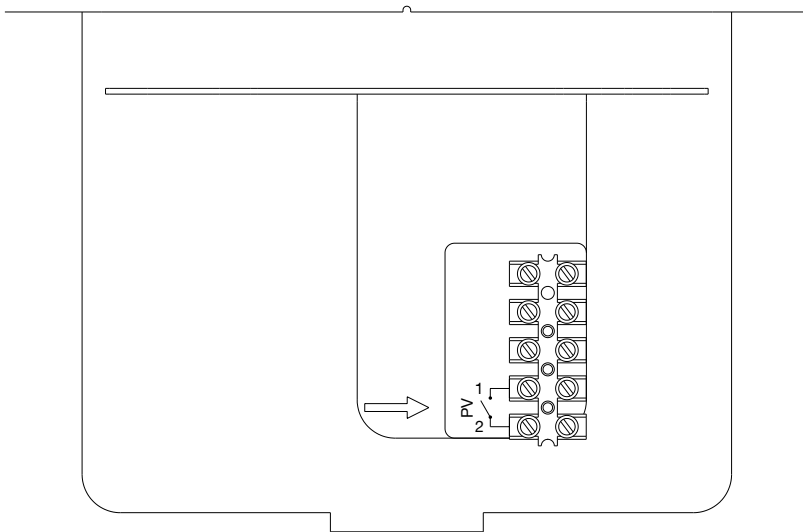

Figura 17: Collegamento del modulo PV (fotovoltaica)
- In caso di contatto stabilito senza tensione fra i morsetti 1 e 2, la funzione PV è attivata (figura 17).